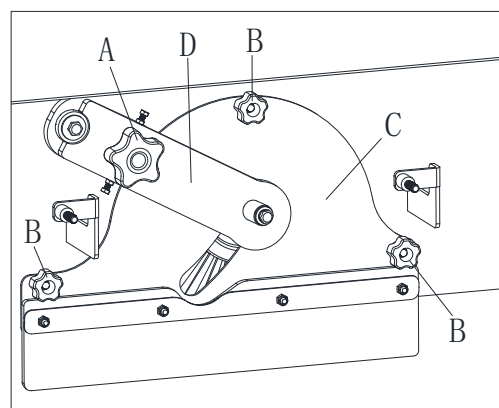

Figura 23
4. Svitare la manopola (A, Figura 23) e rimuovere la staffa del mozzo di trazione (D, Figura 23).
5. Svitare le manopole (B, Figura 23) e rimuovere il coperchio del vano spazzola (C, Figura 23).
12. Installare la staffa del mozzo di trazione (D, Figura 23) serrando la manopola (A, Figura 23).